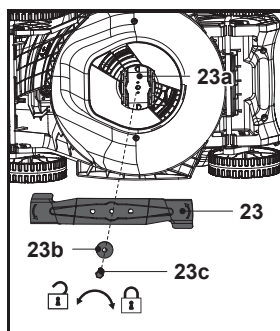

Fig. 20
5. Substitua a lâmina de corte (23) por uma nova do mesmo tipo. Verifique primeiro o estado do suporte da lâmina (23a) no fuso e, em seguida, fixe a lâmina de corte (23) no suporte da lâmina (23a), alinhando-a com os padrões no suporte da lâmina (23a), fixe o conjunto com a anilha plana (23b) e o parafuso de fixação (23c) e aperte manualmente.
6. Segure firmemente a lâmina de corte (23) com uma mão protegida com uma luva resistente e/ou com um pau de madeira e aperte o parafuso de fixação (23c) para a direita com um binário mínimo de 25 Nm e máximo de 35 Nm para garantir um funcionamento seguro da máquina (Fig. 20).